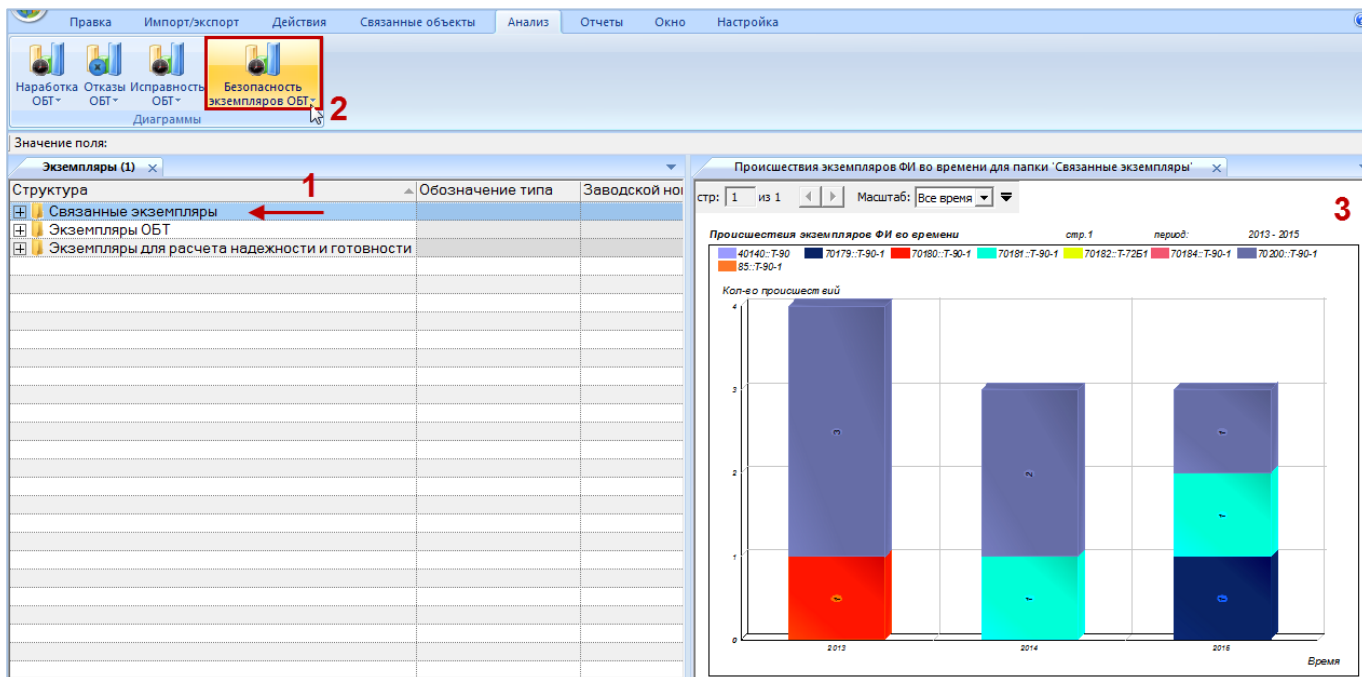

Рис. 31-15 – Построение диаграммы по безопасности экземпляров
4) В отдельном рабочем окне отображается диаграмма по безопасности экземпляров (3 на рис. 31-15). Краткое описание инструментов панели «Файл» для диаграмм приведено в пункте 5.4.7 «Панель «Диаграммы»», стр. 64.
- 4) В отдельном рабочем окне отображается диаграмма по безопасности экземпляров (3 на рис. 31-15). Краткое описание инструментов панели «Файл» для диаграмм приведено в пункте 5.4.7 «Панель «Диаграммы»», стр. 64.